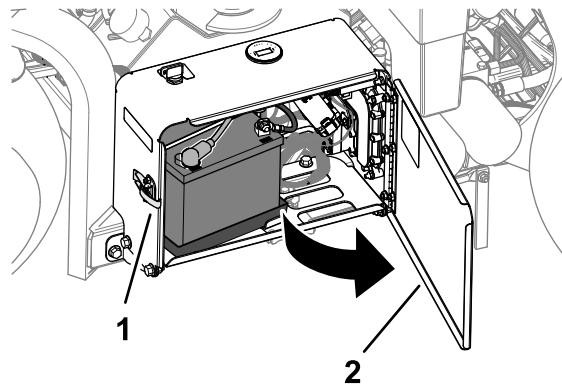

Figura 160
1. Desenganche y abra la puerta del compartimento de la batería (Figura 160).